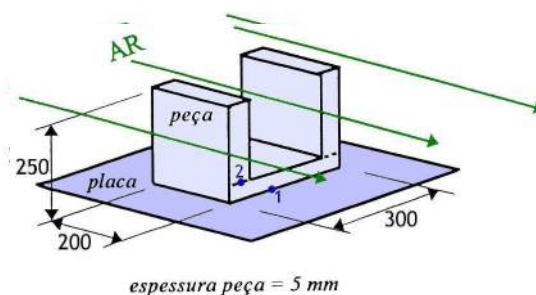

Figura 1
1. Uma peça metálica ($\lambda = 200 \text{ m.K}$, $\rho = 2900 \text{ kg/m}^3$, $c_p = 900 \text{ J/kg.K}$) com as dimensões indicadas na figura 1, está colocada sobre uma placa mantida a 100°C , por um sistema de aquecimento, atingindo o seu fundo a mesma temperatura ($T_1 = 100^\circ\text{C}$). Sobre a peça, incide ar a 20°C e $1,0 \text{ m/s}$, com a direcção representada na mesma figura.
- Supondo que o coeficiente de convecção é em constante em toda a peça, determine a temperatura na face 2 (T_2) da peça (ver figura 1).